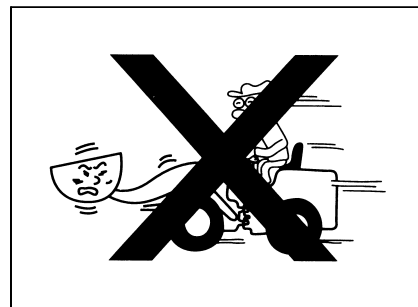

Рис. 1–52
- Следует хорошо знать работоспособность погрузчика. Определить подходящую скорость по конкретному состоянию рабочего места. Кроме того, следует решить маршрут работы и рабочий метод погрузчика, чтобы связанные лица хорошо знали и освоили их (рис. 1–52)..